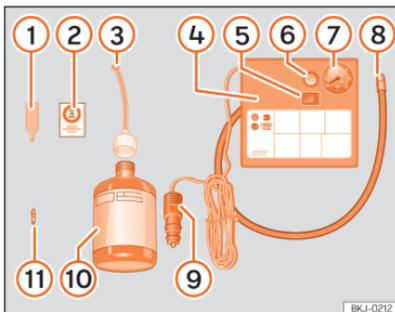

Abb. 224 Prinzipdarstellung: Bestandteile des Pannensets
Das Pannenset befindet sich im Gepäckraum unter dem Bodenbelag. Es besteht aus folgenden Bestandteilen »» (Abb. 224):
- Ventilkappe und Ventileinsatz vom Reifenventil abschrauben. Verwenden Sie den Ventileinsatzdreher »» (Abb. 224) ① zum Heraus-schrauben des Ventileinsatzes. Legen Sie den Ventileinsatz auf einem sauberen Untergrund ab.
- Reifenfüllflasche kräftig schütteln »» (Abb. 224) ⑩.
- Einfüllschlauch »» (Abb. 224) ③ auf die Reifenfüllflasche schrauben. Die Folie am Verschluss wird automatisch durchstoßen.
- Verschlussstopfen vom Einfüllschlauch »» (Abb. 224) ③ entfernen und das offene Schlauchende auf das Reifenventil schrauben.
- Ventileinsatz mit dem Ventileinsatzdreher »» (Abb. 224) ① wieder in das Reifenventil schrauben.
- Reifenschlauch »» (Abb. 224) ⑧ des Luftkompressors fest auf das Reifenventil schrauben.
- Prüfen, ob die Luftablassschraube »» (Abb. 224) ⑥ zugedreht ist.
- Kabelstecker »» (Abb. 224) ⑨ in eine 12-Volt-Steckdose des Fahrzeugs stecken »» S. 224.
- Luftkompressor mit dem EIN-/AUS-Schalter »» (Abb. 224) ⑤ einschalten.
- Kleben Sie den Aufkleber »» (Abb. 224) ② im Sichtfeld des Fahrers auf das Kombi-Instrument.
Schließen Sie den Reifenfüllschlauch »» (Abb. 224) ⑧ wieder an und lesen Sie den Reifenfülldruck an der Reifenfülldruckanzeige ⑦ ab.